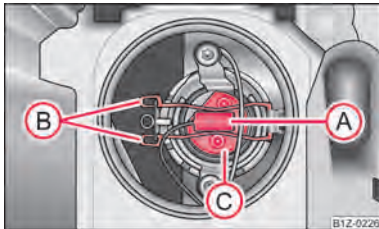

Fig. 184 Demontarea becului fazei lungi
- Decuplați ștecărul A ⇒ fig. 184.